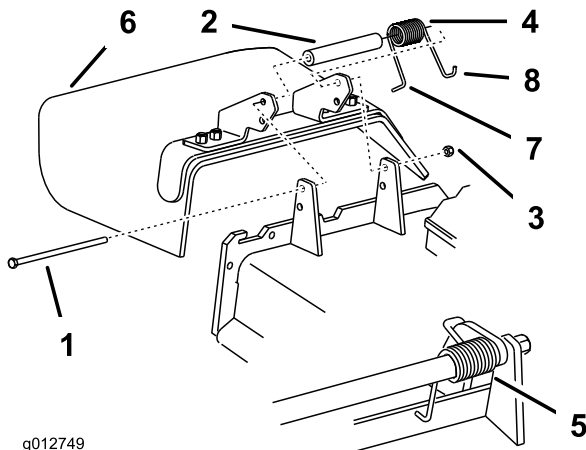

Figura 55
1. Retire la contratuerca, el perno, el muelle y el espaciador que sujetan el deflector a los soportes de pivote (Figura 55). Retire el deflector de hierba dañado o desgastado.
Nota: Asegúrese de colocar el extremo en **L** del muelle detrás del reborde de la carcasa antes de instalar el perno, según se muestra en la Figura 55.
3. Instale el perno y la tuerca. Coloque el extremo en **J** del muelle alrededor del deflector de hierba (Figura 55).